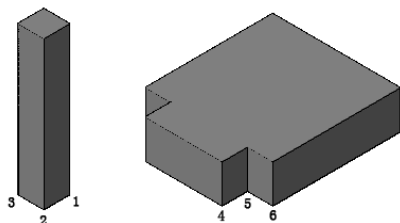

图 9-110 已包含的两个实体模型
(1) 打开随书光盘“CH9”文件夹中的“BD_三维对齐.dwg”文件，文件中已经包含的两个实体模型如图 9-110 所示。